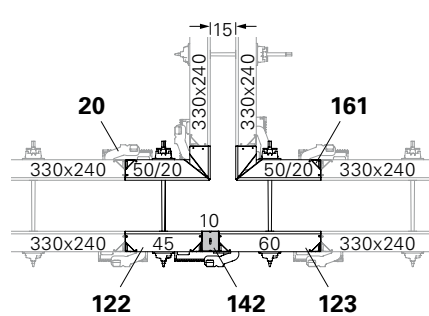

Fig. C4.01
- Wall thickness 15: Fig. C4.01